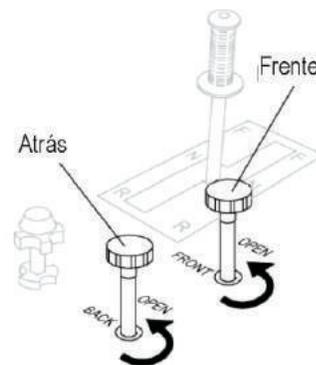

Figura 24. Controles de los Regadores
1. Si la aplicación requiere que se humedezca una superficie, se le ha provisto de controles de rociadores frontales y traseros. Estos controles (Figura 24) están localizados en la parte de abajo del lado derecho del asiento del operador. La válvula frontal controla el flujo de agua del tubo regador del rodillo frontal y la válvula trasera controla el flujo de agua del tubo regador del rodillo trasero.